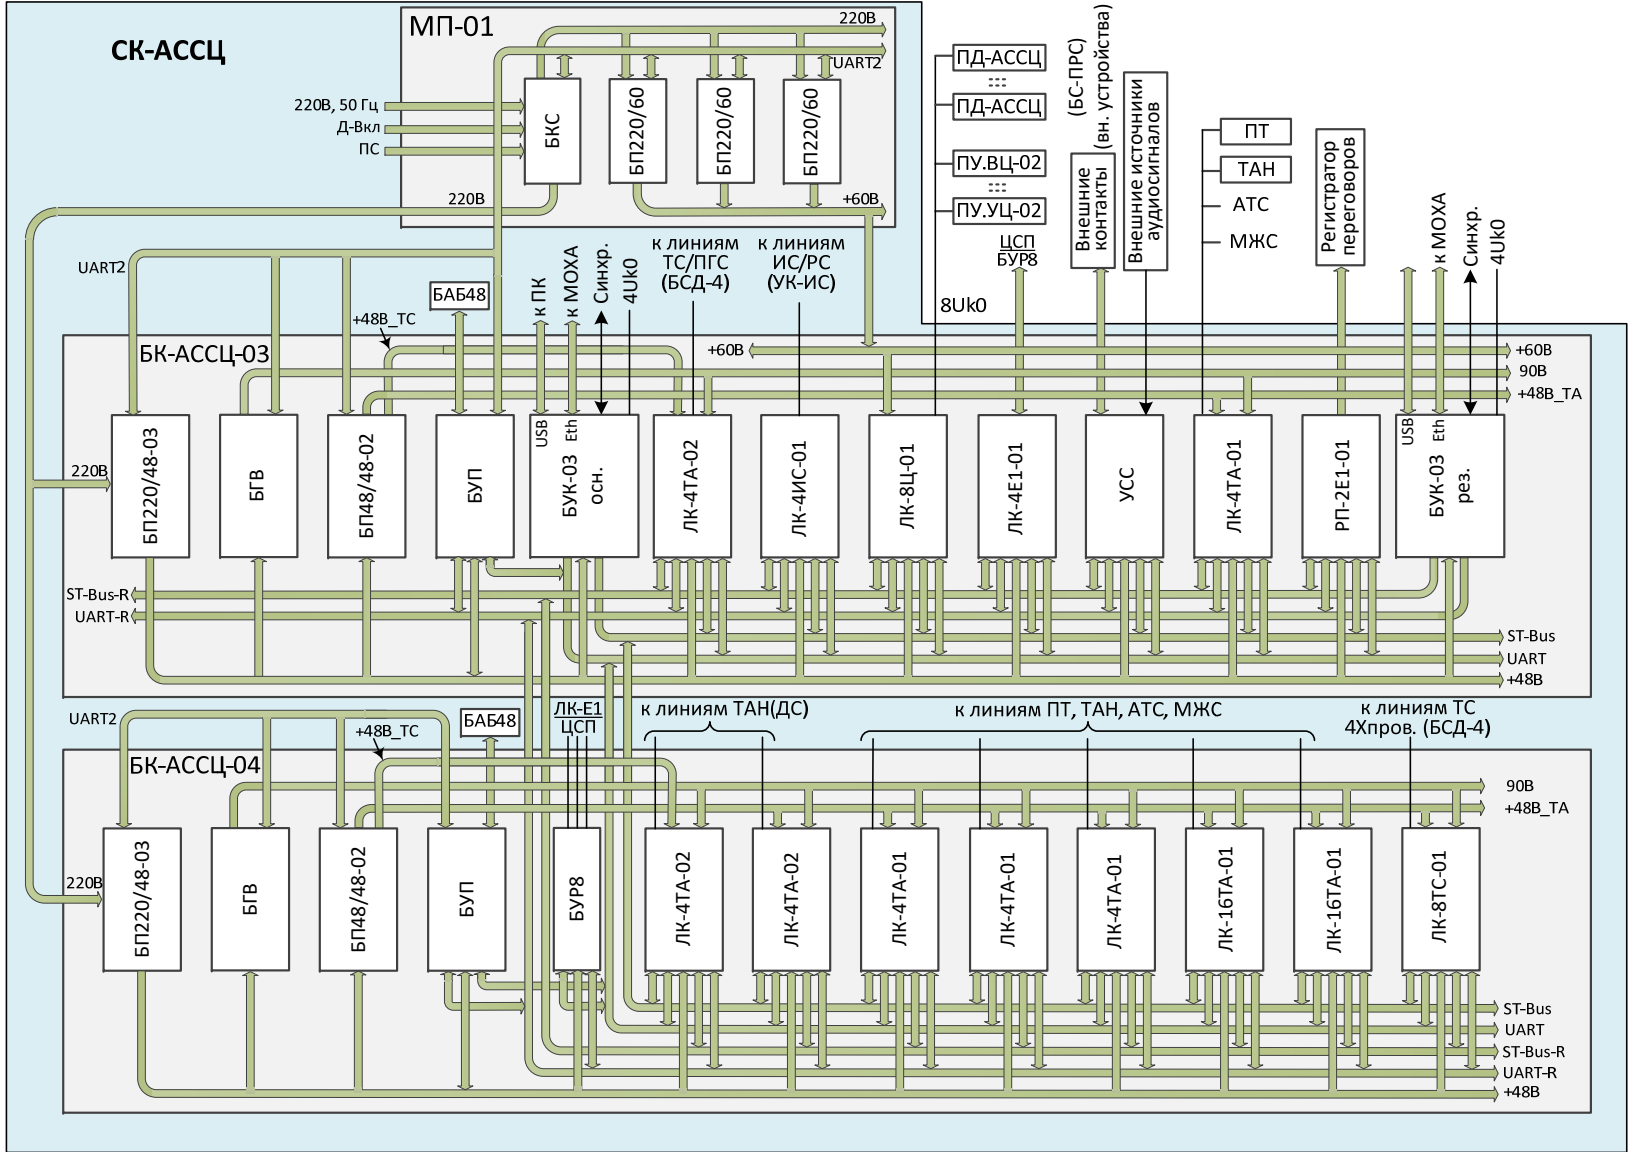

Рисунок 1
Для работы резервного ТЭЗ БУК-03 в БК-АССЦ-03(-04) имеются резервная шина UART и семь резервных ST-Bus (см. рисунок 1, UART-R и ST-Bus-R). Все ТЭЗ, установленные в БК-АССЦ-03(-04), автоматически подключаются к основным или резервным UART и ST-Bus в зависимости от статуса и работоспособности обоих ТЭЗ БУК-03.
- контроль работоспособности БАБ48, ТЭЗ БП220/48-03, ТЭЗ БП48/48-02, ТЭЗ БГВ (см. рисунок 1, UART2);
- контроль работоспособности ТЭЗ БП220/60 и блока БКС, входящих в МП-01 (см. рисунок 1, UART2);
Если в СК-АССЦ установлен модуль питания МП-01, то дистанционное питание цифровых абонентских устройств обеспечивают ТЭЗ БП 220/60 (см. рисунок 1, «+60 В»). При пропадании напряжения 60 В ЛК-Ц автоматически подключает к линии связи напряжение 48 В от ТЭЗ БП-220/48-03.
ЛК-4Е1 должны подключаться непосредственно к входным интерфейсам ЦСП (см. рисунок 1). При необходимости организовать резервирование ТЭЗ ЛК-4Е1-01, все задействованные ЛК-4Е1 должны подключаться к ЦСП через порты блока управления резервом ТЭЗ БУР8 (смотри 1.1.5.15).